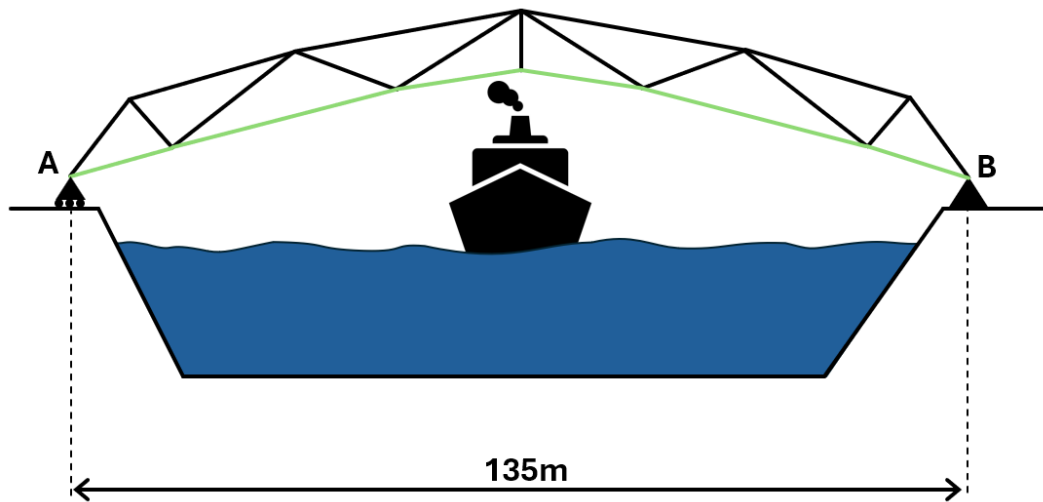

Figura 4: Perfil del río.
El puente cuenta con dos apoyos en los nodos A y B, como se muestra en la figura 4. Estos apoyos están a la misma altura y se encuentran separados por una distancia de 110 metros.
- El tramo del puente por donde circularán los vehículos consiste en un conjunto de elementos que une los puntos A y B (por ejemplo, la línea verde en la figura 4). Debido al paso de los vehículos, estos elementos deben tener una pendiente no muy inclinada, por lo que la pendiente (m_e) de cada uno de los elementos debe estar en el intervalo $-0,6 \leq m_e \leq 0,6$.
Para analizar el diseño de su puente frente a un estado de carga, se aplicará una carga móvil de 240 kN a lo largo de la pista vehicular del puente (tramo verde de la figura 4) a modo de simular el paso de los vehículos. Esta carga se aplicará a cada nodo ubicado en la pista vehicular de manera separada, es decir, un nodo a la vez, calculando las fuerzas en las barras para cada caso.